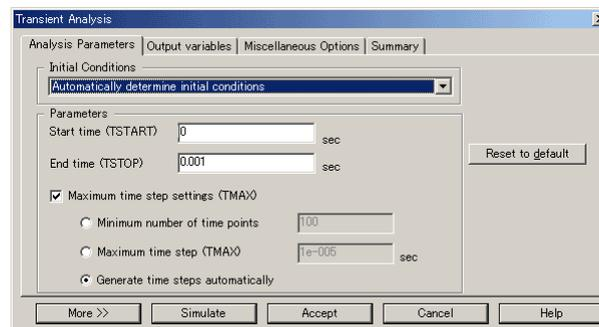

図9 Analysis Parameters の画面
(5) 反転増幅器の増幅率を変えてみる
- ・ Analysis Parameters タブの設定は図9のようにしてください。